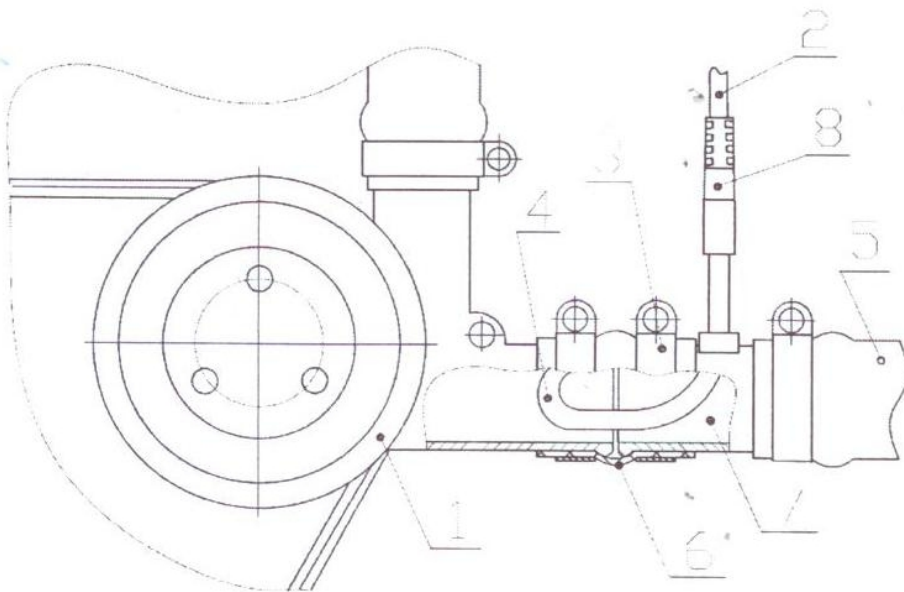
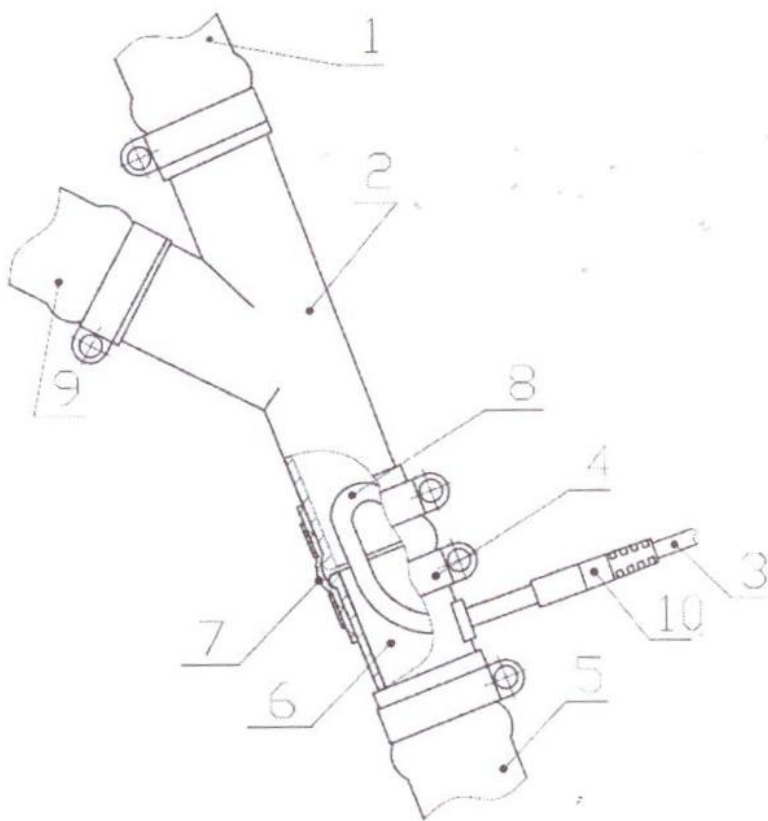

Рис. 4.2. ЗМЗ-405; 406
Рис. 4.3. ЗМЗ-402
5.3 При установке на ВА32101...21067 отрежьте 15 мм шланга от верхнего патрубка термостата на расстоянии  $50 \pm 3$  мм. со стороны термостата и установите электроподогреватель, расположив ТЭН в сторону термостата (см. рис. 4.1). При установке на ЗМЗ-405 ТЭН расположить максимально в патрубке помпы (см. рис. 4.2). При установке на ЗМЗ-402 ТЭН расположить максимально в тройнике (см. рис. 4.3). ТЭН не должен касаться стенок патрубков и шлангов.